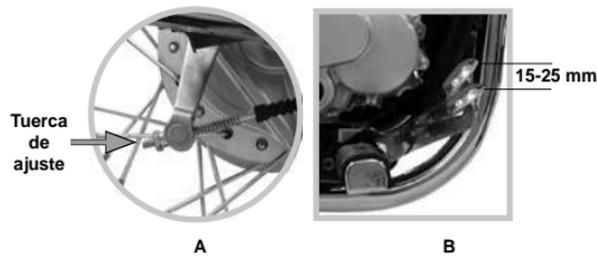

Imagen 29. Ajuste del pedal del freno trasero
2. Ubicar la tuerca de ajuste en el lado derecho de la llanta trasera. *Ver imagen 29-A.*
4. Revisar que la carrera libre del pedal del freno esté dentro de la especificación. En caso de que la carrera libre no esté entre 15 a 25 mm, repite del paso 2 al 4. *Ver imagen 29-B.*